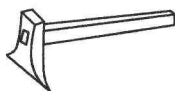

图 1-8 刨簪
⑦ 刨簪。刨簪是用以打砍砖块的工具，也可当作小锤，与大铲配合使用。为了便于打“七分头”（ $3/4$ 砖），有的操作者在刨簪手柄上刻一凹槽线作为记号，使凹口到刨簪刃口的距离为 $3/4$ 砖长，形状如图 1-8 所示。